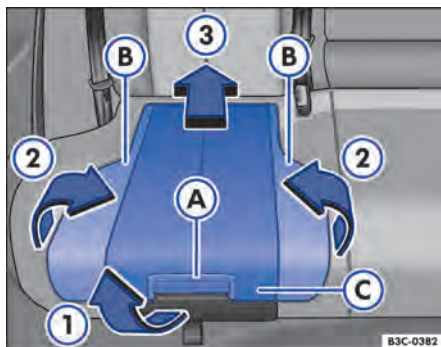

Fig. 84 Cadeira de criança integrada: posicionar o estofamento e o apoio do banco.
- Pela alavanca de destravamento ⇒ **Fig. 84 (A)**, puxar o estofamento do banco para frente no sentido da seta **1**.